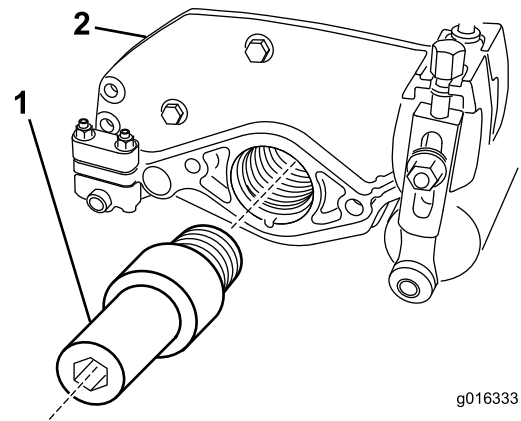

Figure 4
4. Posez l'entraînement de la brosse à la place de l'écrou de palier comme montré à la Figure 4 ; serrez à 136 N·m.